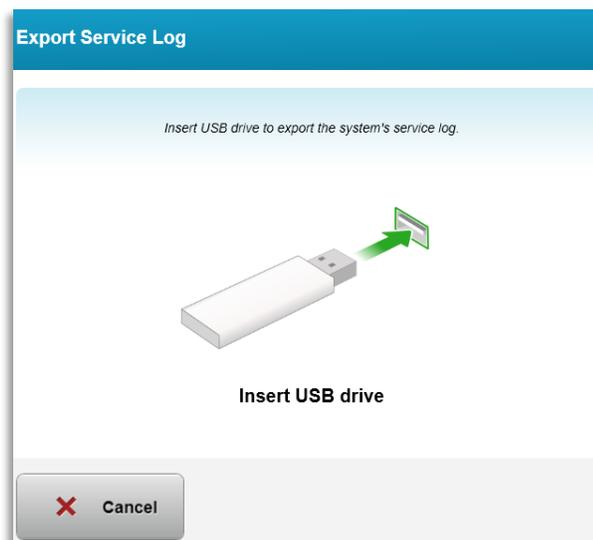

Figura 3-57. Esportazione del registro di sistema su chiavetta USB
- Attenersi alle istruzioni visualizzate per l'inserimento della chiavetta USB nell'apposita porta, come mostrato nella Figura 3-57.